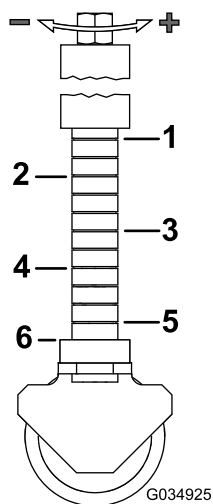

**Figura 28**
**Nota:** Fate riferimento a Figura 28 per le impostazioni dell'altezza di taglio.